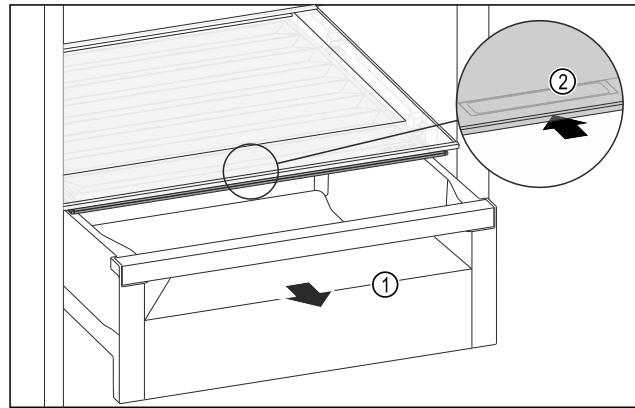

Fig. 82
- Schuifvak Fig. 82 (1) uittrekken.
- Greeplijst Fig. 82 (2) op het vakdeksel vastpakken en het vakdeksel gelijktijdig naar achteren schuiven.